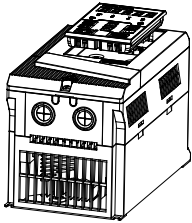

图 2-4 键盘安装图示
- 键盘的安装：先将键盘的底部 RJ-45 端子与水晶头对齐，然后平放，平按键盘，听到“咔”声后即可；如图 2-4 所示。